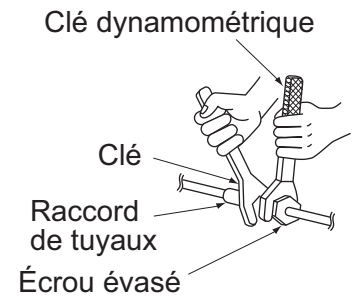

Fig. 12
- Veillez à utiliser conjointement une clé à écrous et une clé dynamométrique, comme indiqué sur le dessin, lorsque vous branchez des tuyaux à l'unité ou que vous les en débranchez. **(Reportez-vous à la Fig. 12)**